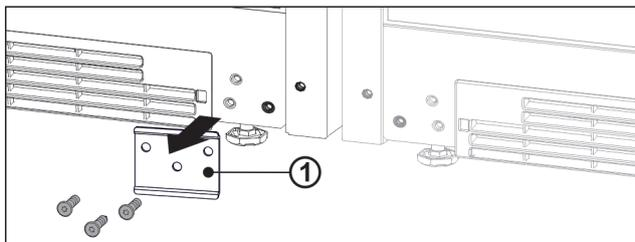

Fig. 13
- Se è integrata la lamiera Fig. 13 (1), svtarla.